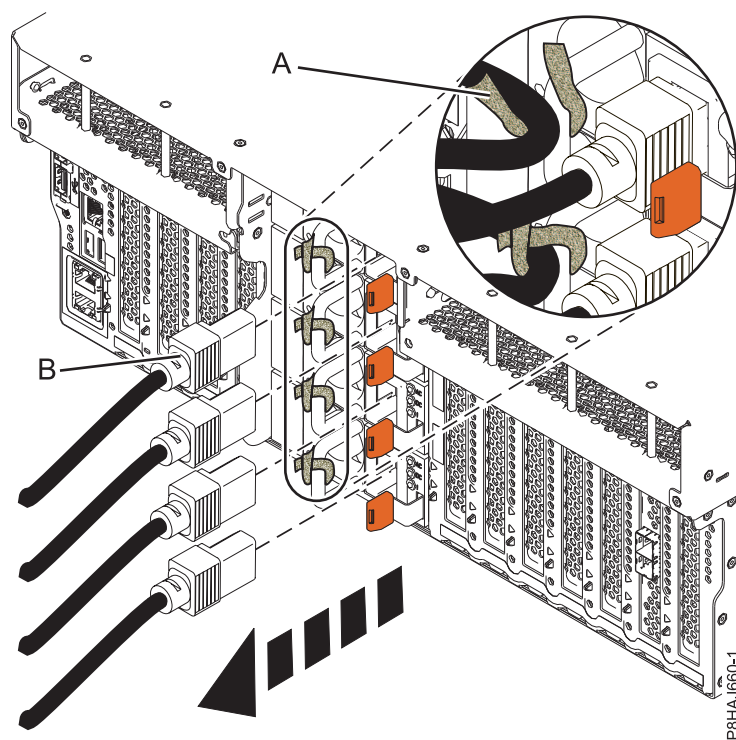
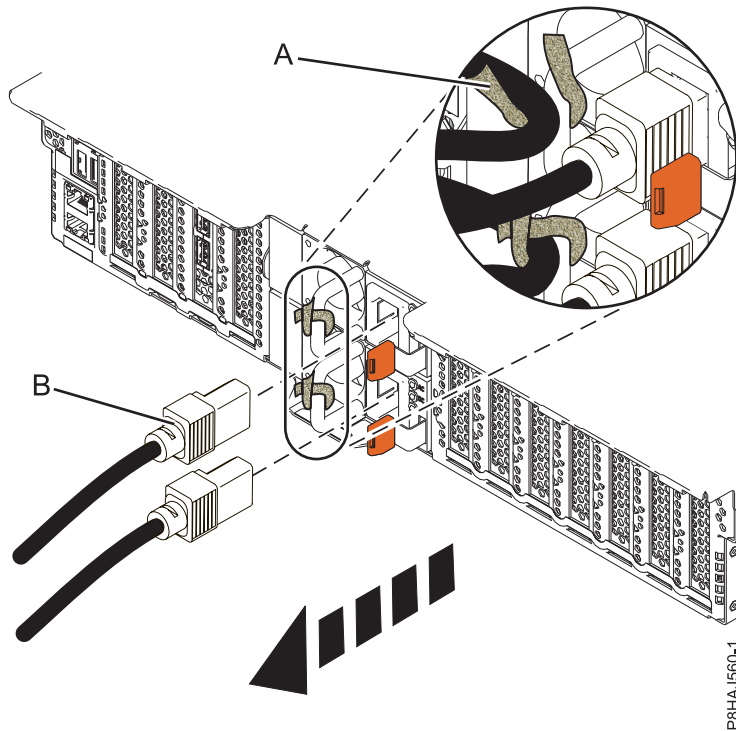
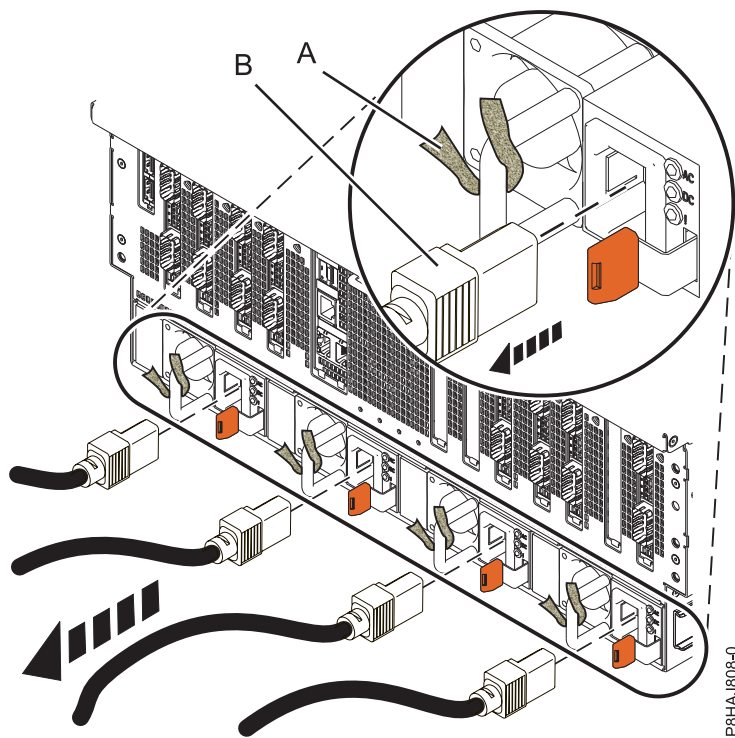

Figura 41. Remover os cabos de alimentação de um sistema 8247-42L, 8286-41A ou 8286-42A
Figura 42. Remover os cabos de alimentação de um sistema 5148-21L, 5148-22L, 8247-21L, 8247-22L, 8284-21A ou 8284-22A
Figura 43. Remover os cabos de alimentação de um sistema 8408-44E ou 8408-E8E
3. Desligue os cabos de alimentação (**B**) da unidade de sistema. Consulte Figura 41 na página 57, Figura 42 na página 57, ou Figura 43 na página 58, dependendo do tipo do sistema.